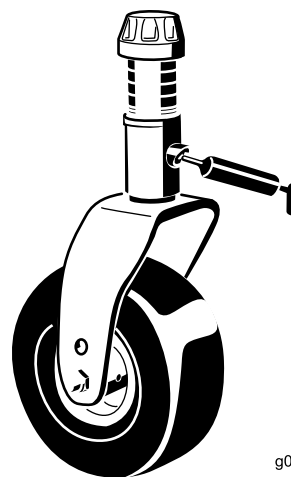

Figura 42
- Casquillos (2) del eje de la horquilla de las ruedas giratorias (Figura 42)